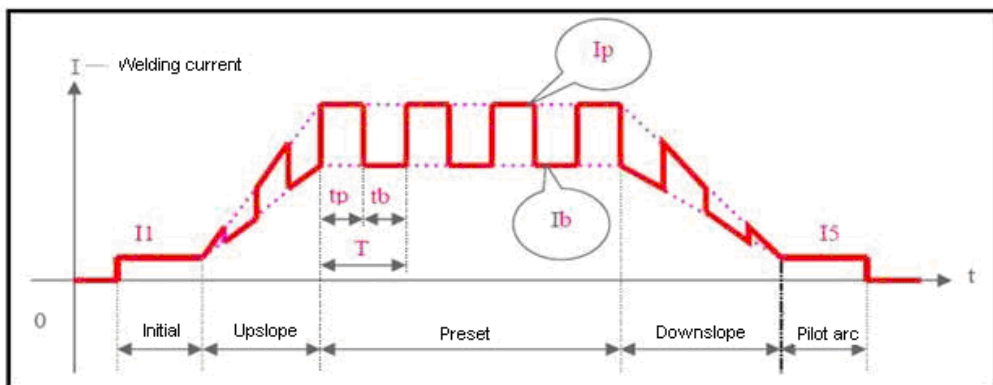

Figure 12: TIG DC pulsed процесс сварки
- Частота пульса ($1 / T$): по формуле $T = t_p + t_b$. значение в соответствии с технологией сварки, диапазон 0,2-200 Гц (см. рис. 12).